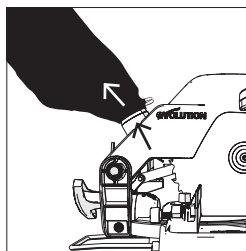

Fig. 31
- Deslice el saco captapolvo sobre el orificio de extracción de polvo, asegurándose de que la brida de ballesta agarre el orificio, sujetando el saco captapolvo en posición de forma segura (**Fig. 31**).